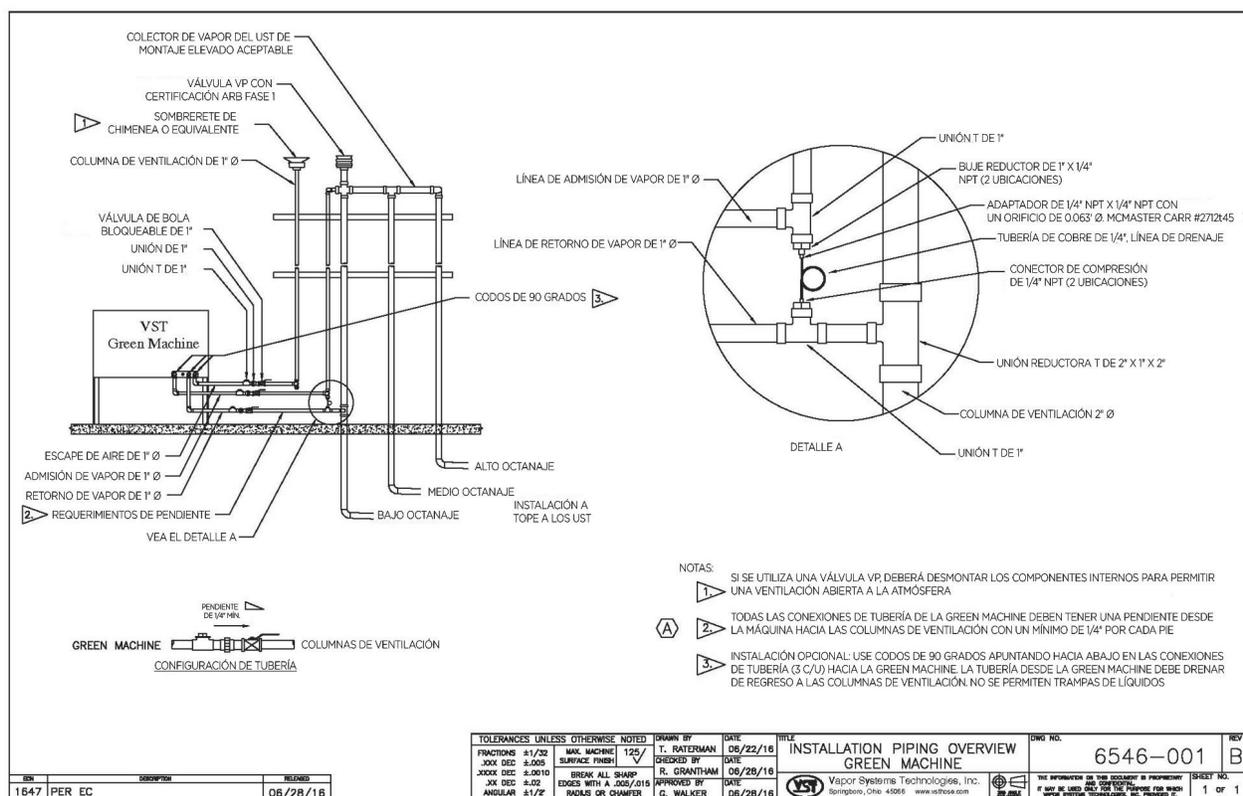

Figura 2-1: Descripción de las tuberías de vapor
- La línea de drenaje de ¼" de diámetro con el adaptador provisto debe instalarse según la **Figura 2-1**.
- Instale una tubería de entrada de vapor de 1" y una tubería de retorno de vapor de 1" como se muestra en la **Figura 2-1** desde las conexiones de entrada de vapor y retorno de vapor en la GREEN MACHINE a una columna de ventilación existente.
**Ve a la figura 2-1.**
- La tubería de 1" debe inclinarse hacia afuera de la GREEN MACHINE un mínimo de ¼" por pie. **Vea la Figura 2-1.**
- Desde la columna de ventilación, instale la válvula de bola de bloqueo de 1", luego la unión de 1" y luego la conexión en T de 1" como se muestra en la **Figura 2-1.**
- La línea de drenaje de ¼" de diámetro con el adaptador provisto debe instalarse según la **Figura 2-1.**